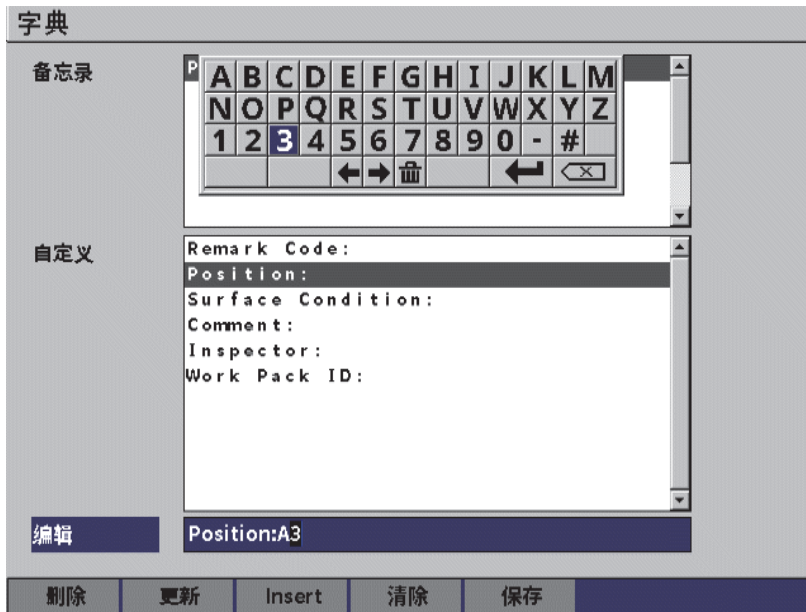

图 9-21 备忘录的字典页：编辑一个标签
7. 使用虚拟键盘、调节旋钮和确定键，输入字符（最多 32 个）（参见第 138 页的图 9-21）。